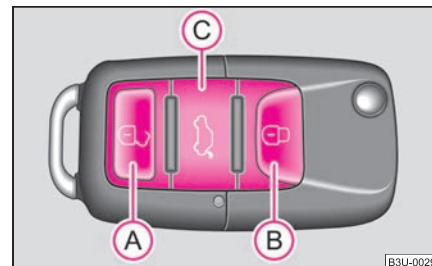

Fig. 27 Chiave: funzioni dei tasti
- Premere il tasto **A** ⇒ fig. 27 per 1 secondo circa.